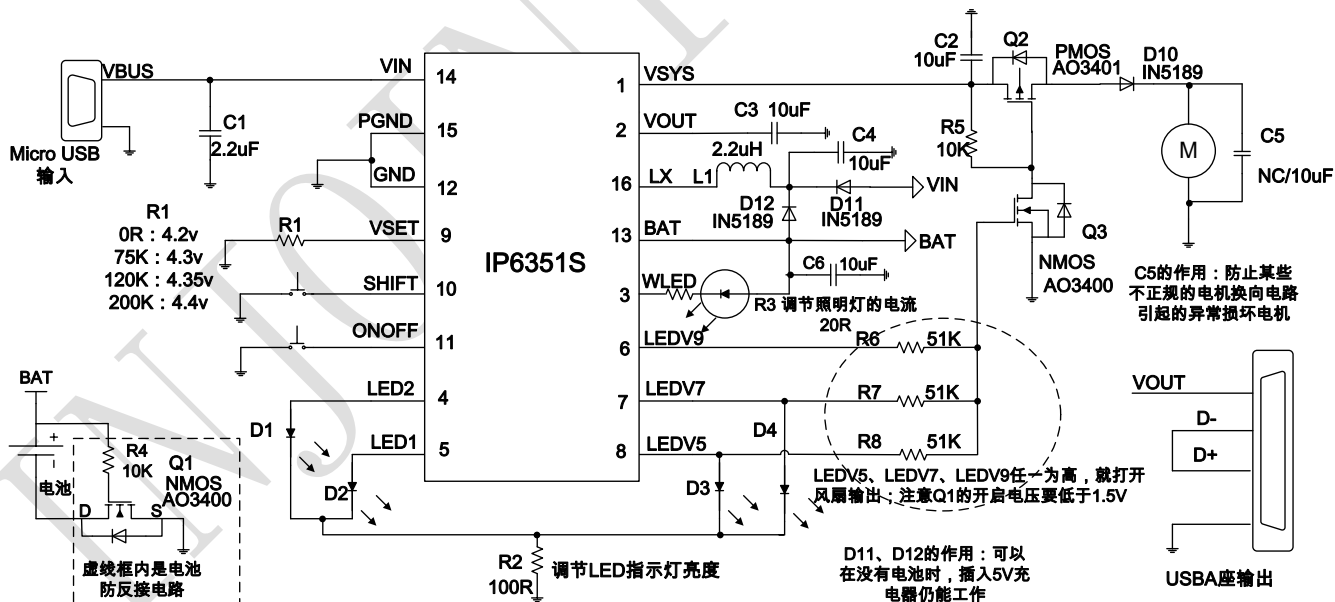

图 2 IP6351S(带移动电源)典型应用原理图
- 5、图 2 中 Q2、Q3、R6、R7、R8 的作用：当风扇关闭后，必须要切断 VSYS 和风扇的连接，否则 BAT 到 VSYS 会有漏电，导致风扇不能完全关闭；要注意 Q3 的导通开启电压，必须要小于 1.5V；Q3 可以用 NPN 的三极管代替；